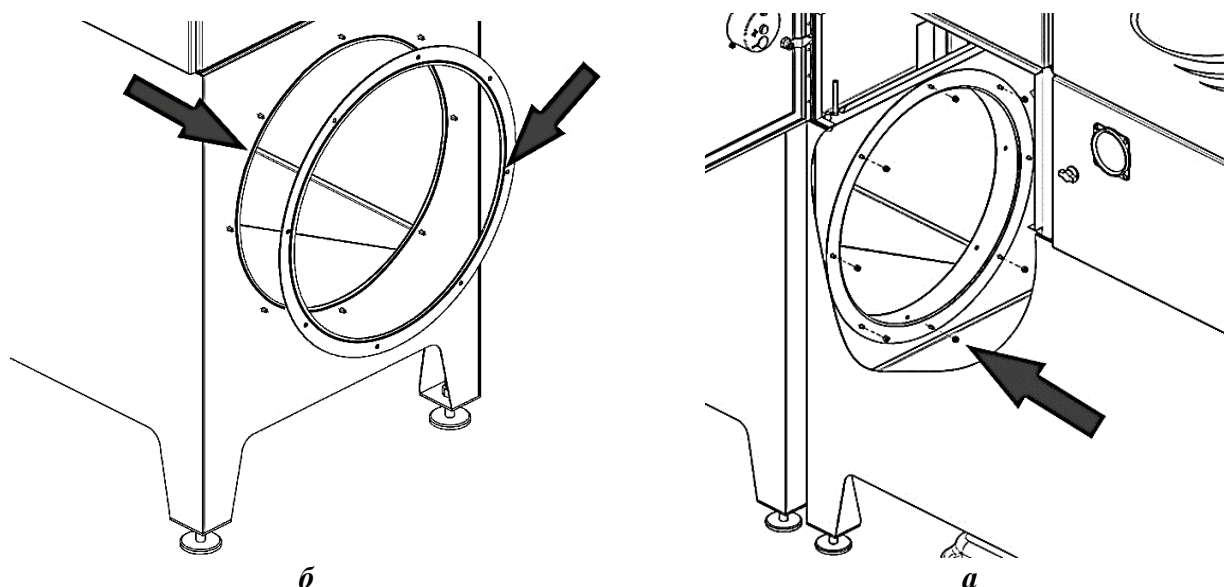

Рисунок 9 — Соединение приёмных камер агрегатов
- 2) подготовить боковое присоединительное отверстие Ø 500 мм в приёмной камере первого агрегата. По контуру отверстия нанести герметик, в монтажные отверстия установить болты М6×16 головками со стороны внутренней полости приёмной камеры. С наружной стороны установить соединительный фланец и нанести герметик по его присоединительному контуру (рисунок 9а);
6) стянуть приёмные камеры агрегатов по контуру отверстия $\varnothing 500$ мм болтами М6×16 и гайками М6 (рисунок 9б). После затяжки проверить равномерность соединения и отсутствие видимых зазоров по контуру фланца;